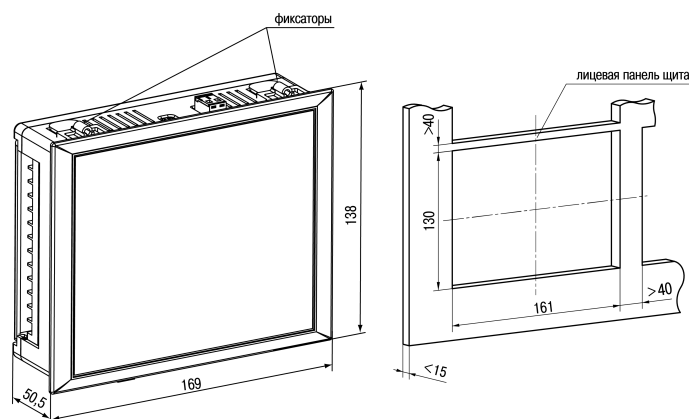

Рисунок 4.2 – Габаритные размеры корпуса Щ7
1. Подготовить на щите управления монтажный вырез для установки прибора (см. рисунок 4.2).